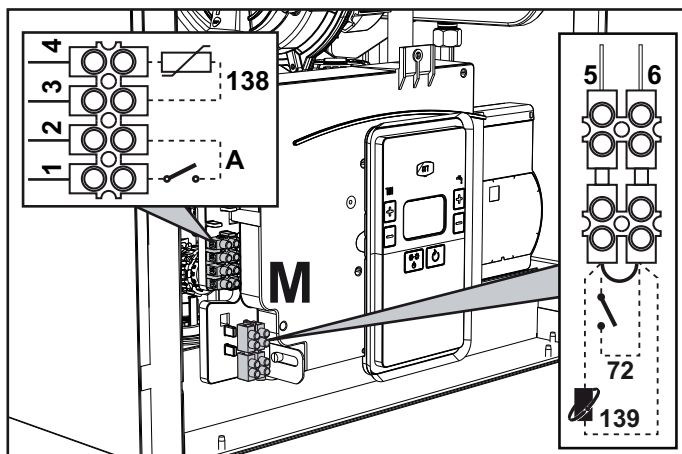
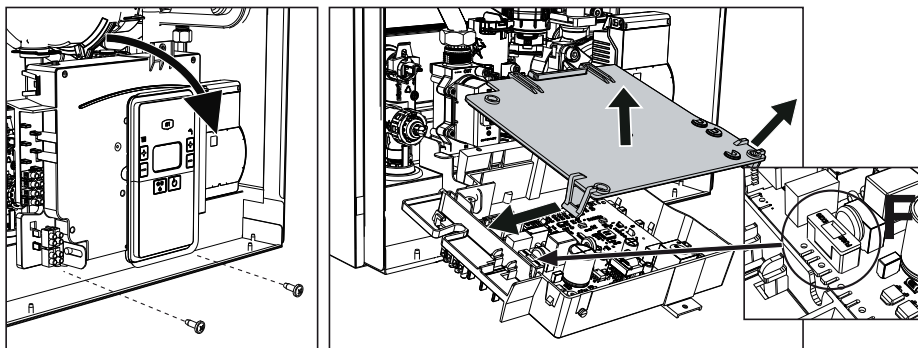

fig. 18
fig. 19
După ce ați scos panoul frontal (*** 'Deschiderea panoului frontal' on page 126 ***) veți putea avea acces la panoul de borne (M) și la siguranța (F) urmând indicațiile descrise în continuare (fig. 18 și fig. 19). **Bornele indicate în fig. 18 trebuie să aibă contactele curate (nu 230 V).** Dispunerea bornelor pentru diferitele conexiuni este indicată și în diagrama electrică din fig. 45.
Configurarea întrerupătorului ON/OFF (A fig. 19)